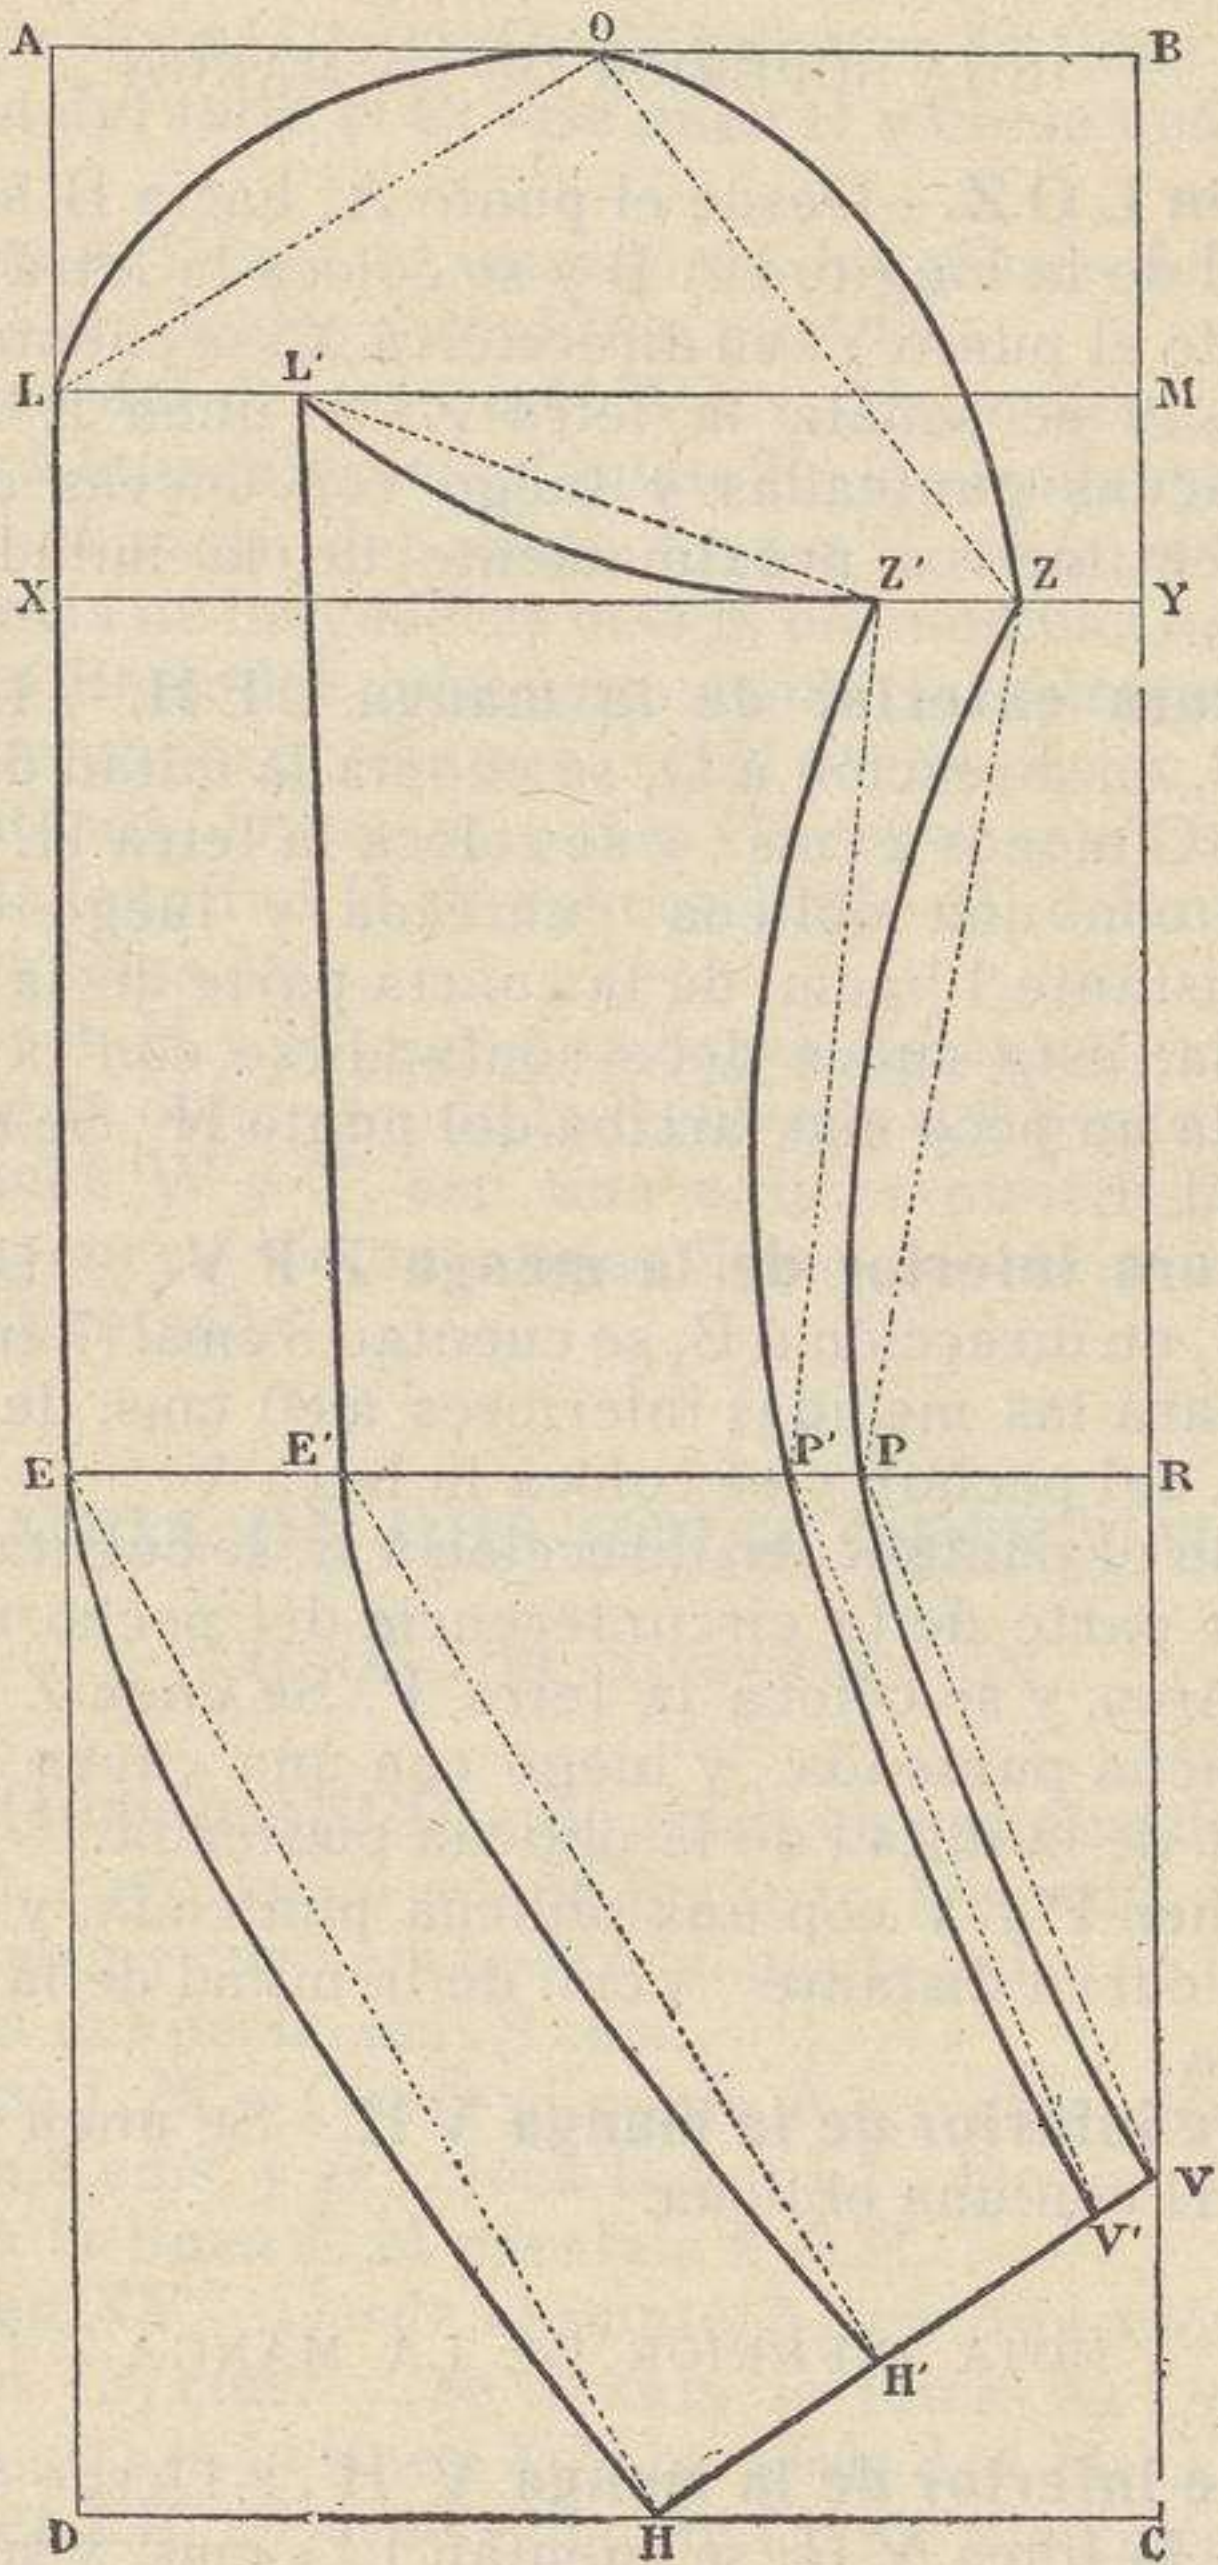

Fig. 51 ( $\frac{1}{5}$  del tamaño real).—Manga de hojas desiguales
**Rectángulo ABCD.**—Se traza un rectángulo ABCD (fig. 51), cuyo largo sea la segunda longitud del brazo más 4 cms., y cuyo ancho sea la quinta parte de la circunferencia del pecho más 8 cms.
Para coser la manga de la fig. 51, se empieza por la costura interior, uniendo los puntos Z, Z'; P, P'; V, V'. La costura exterior se empieza por arriba en los puntos L y L', y se llega hasta los dos signos < ; se deja entonces la costura y se vuelve á empezar por los puntos H y H', llegando hasta los otros dos signos. Después se termina el codo con plieguecitos colocados entre los dos signos. Una vez hilvanada la costura, se probará la manga; si hay algo que modificar, se hará en la hoja de encima sin tocar á la de debajo. Luego se cose á máquina ó se pespuntea.